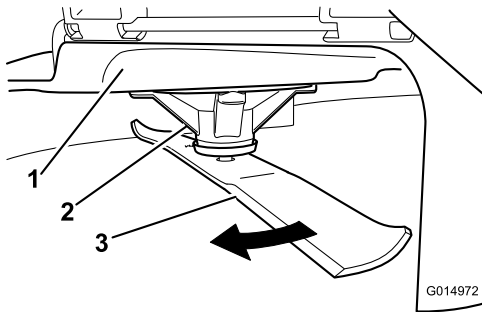

Figure 97
2. Enfilez des gants épais ou utilisez une autre protection adéquate pour les mains, et faites tourner la lame lentement jusqu'à une position permettant de mesurer la distance entre le tranchant et la surface plane sur laquelle se trouve la machine (Figure 97).